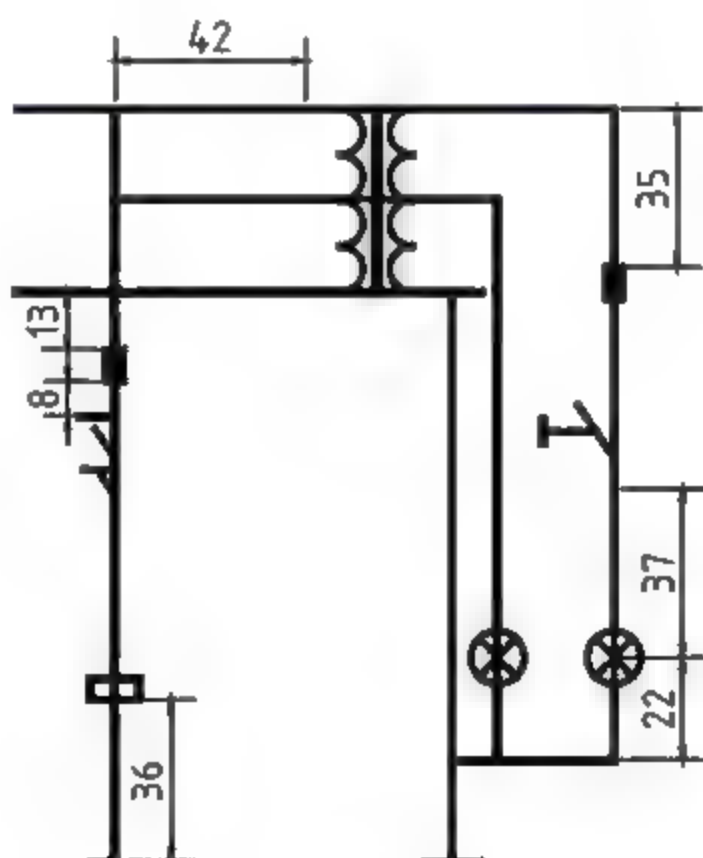

图4-170 插入电气元件
(8) 调用CO【复制】命令、M【移动】命令等, 将绘制的电气元件插入到线路图中, 如图4-170所示。